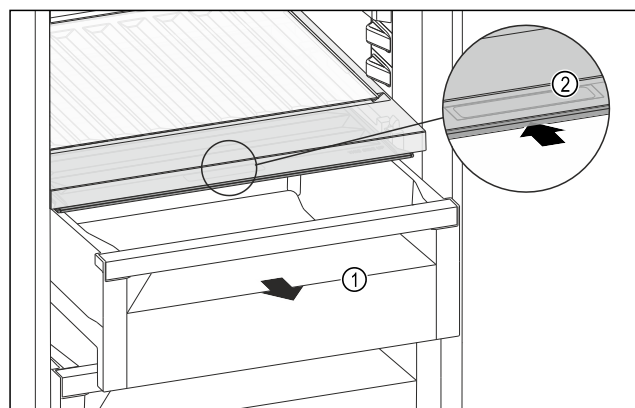

Fig. 222
- Retirer le tiroir Fig. 222 (1).
- Saisir la poignée encastrée *Fig. 222 (2)* du couvercle du compartiment et pousser le couvercle du compartiment vers l'arrière.